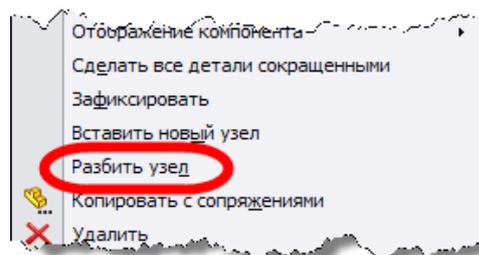

Рис. 11.32 Вызов команды для разбиения узла и вывода его компонентов на верхний уровень сборки.
- 3) Выберите команду **Разбить узел** (рис.11.32)